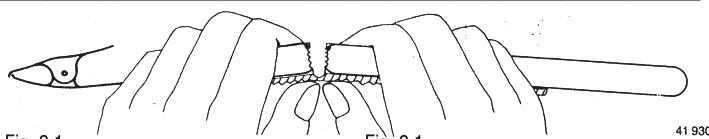

Fig. 2.1
- 4.2 Para abrirlo se inserta el tubito en el portatubito, en dirección contraria a la flecha, hasta que su acanaladura descansen en la bisagra. En esta posición, el punto rojo del tubito ha de quedar visible en el lado abierto del portatubito. Romper el tubito contra la bisagra (Fig. 2.1), manteniéndolo del lado abierto, junto con el portatubito, alejado del cuerpo. Sacar con cuidado del portatubito las partes del tubito.